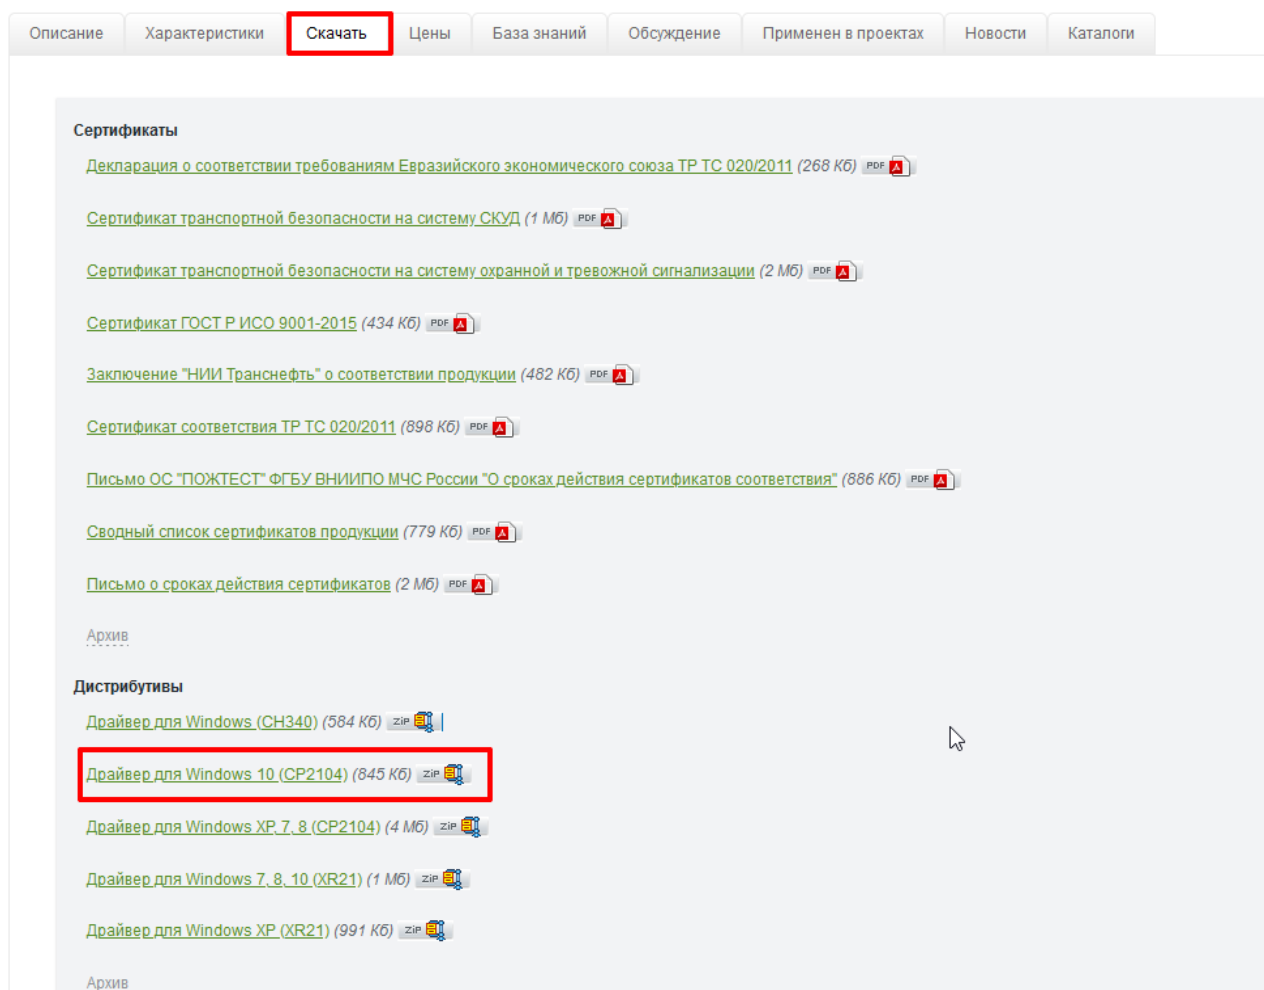

Рисунок 9 – Окно загрузки драйвера для сервисного переходника
3. Установить драйвер для переходника. Скачать его можно по адресу <https://bold.ru/production/orion/interface-converter/usb-rs485.html#download> (Рисунок 9).